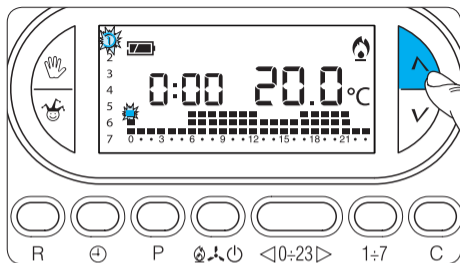

Fig. 27
7.4- Mediante il pulsante **^** oppure **v** (fig. 27) selezionare la fascia di temperatura desiderata; premere